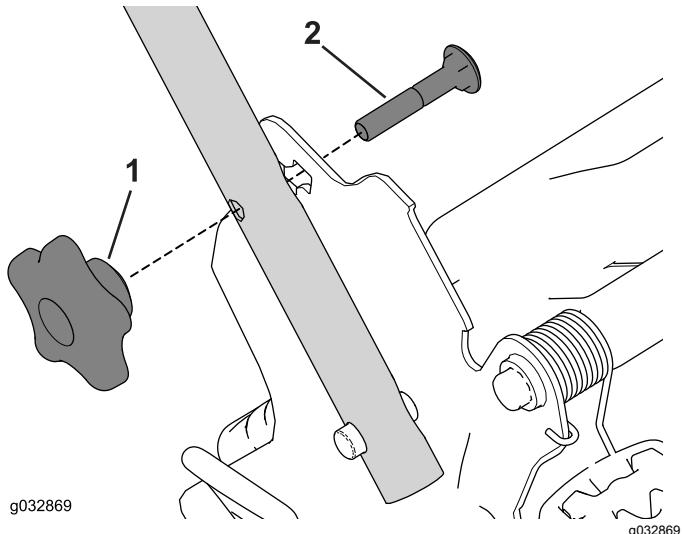

Figura 28
2. Togliete e conservate le 2 manopole della stegola e i 2 bulloni a testa tonda dalle staffe della stegola (Figura 28).